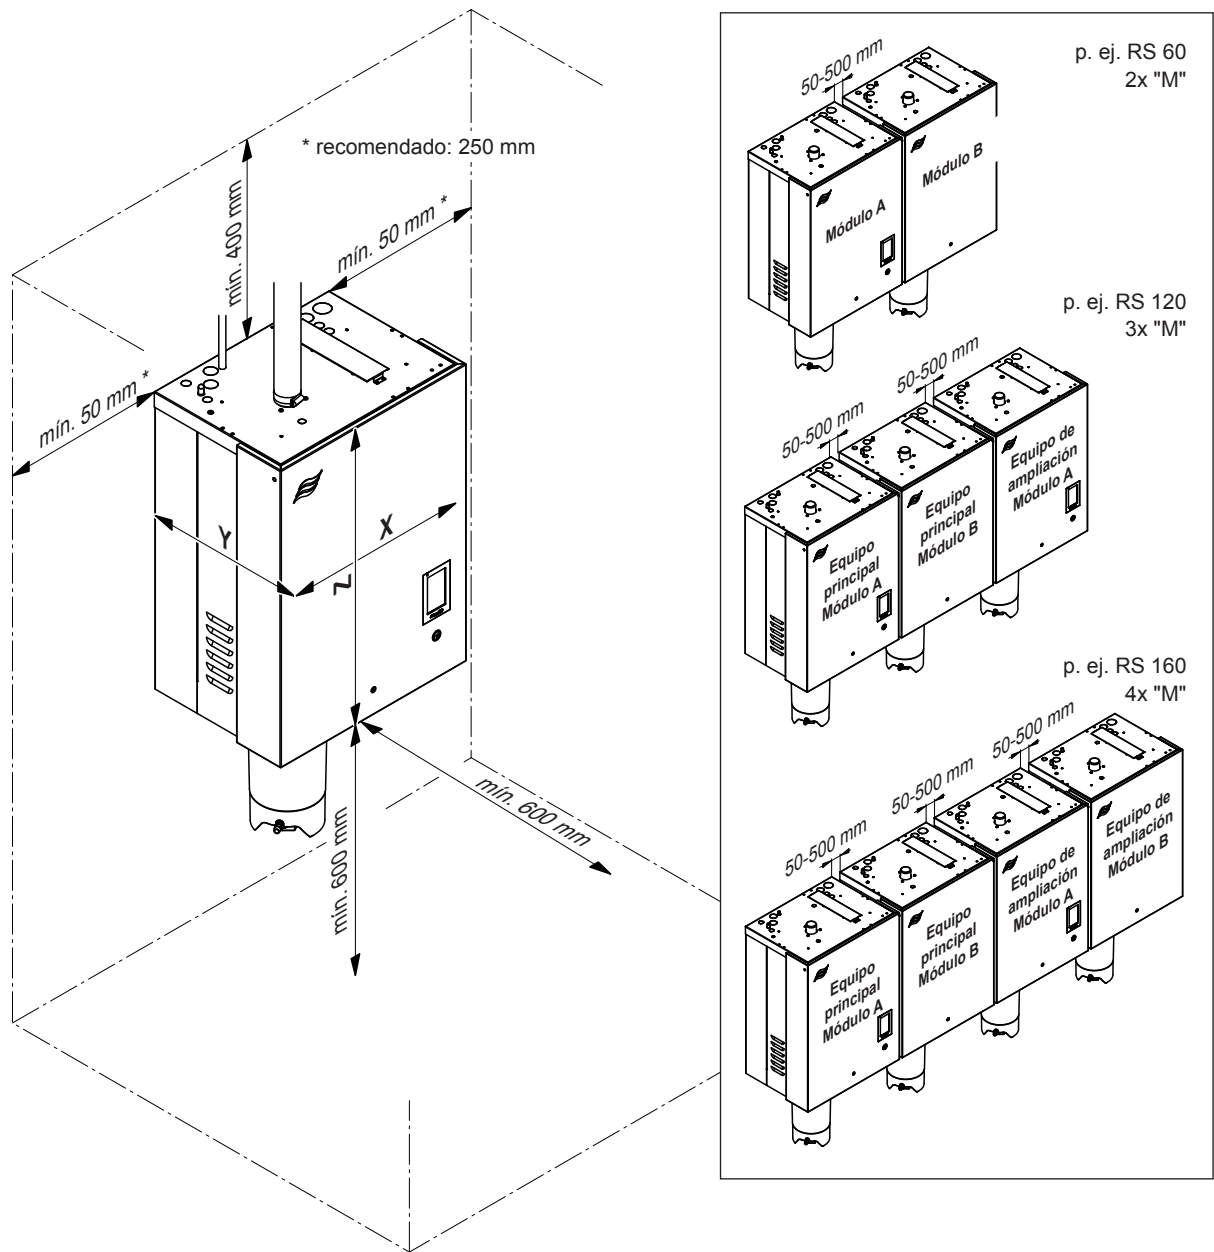

Fig. 10: Distancias que se deben mantener
- Coloque el humidificador de vapor de tal modo que el **equipo sea de fácil acceso** y que haya suficiente espacio para realizar el mantenimiento. Las **distancias mínimas** de acuerdo con Fig. 10 **deben ser respetadas**.
- Para que los cables suministrados puedan utilizarse en equipos dobles y sistemas interconectados, los equipos individuales deben montarse en el orden establecido con una distancia máxima entre ellos de mín. 50 mm hasta máx. 500 mm y a la misma altura (véase la Fig. 10).